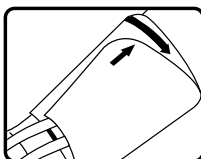

Рисунок 2
6. На застегнутой манжете символ стрелки $\uparrow$ должен указывать на диапазон, обозначенный символом $\longleftrightarrow$ (см. рисунок 2). Это значит, что манжета подобрана правильно и соответствует длине окружности плеча.